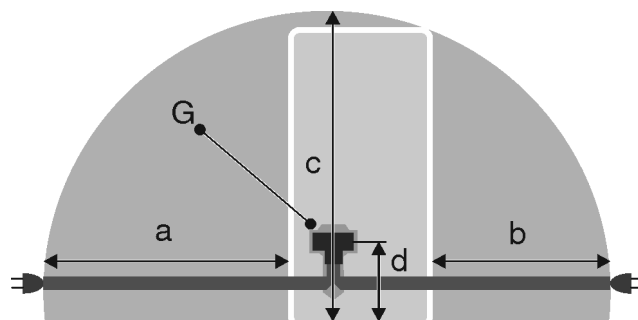

Fig. 20 *
- Zásuvka není umístěna za přístrojem, nýbrž v oblastech a nebo b Fig. 20 (a, b, c).
- ▶ Zástrčku spotřebiče Fig. 20 (G) zastrčte na zadní straně spotřebiče. Dávejte pozor na správné zaklesnutí.